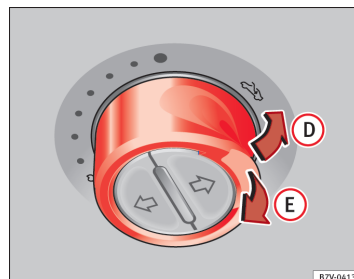

Fig. 58 I loftet: Tryk på kontakten eller træk i den for at vippe op eller lukke.
⇒ Fig. 58
- *Panoramaskydetag*: Inden for ca. 5 sek. efter udløsning af kraftbegrænsningen skal du trække bagest i kontakten ⇒ Fig. 58 (pil E), indtil panoramaskydetaget er helt lukket.